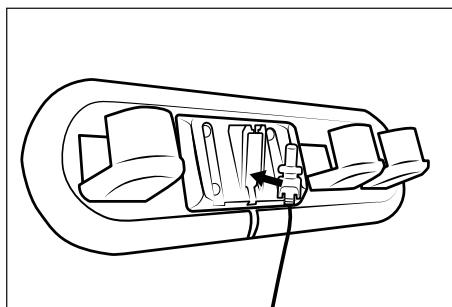

Fig. 4
- Asegúrese de que no haya cables eléctricos ni otros conductos o tuberías en la pared justo en el sitio donde desee taladrar los orificios para el soporte mural y el soporte para accesorios ⑯/⑰. ¡Existe peligro de muerte si se taladra un cable eléctrico!
- 1) Desmonte el soporte mural ⑯ del soporte para accesorios ⑰. Inserte el conector coaxial ⑪ del adaptador de red ⑩ en el soporte mural ⑯ de la manera indicada en la siguiente figura. Gire el conector coaxial ⑪ para fijarlo (consulte la fig. 4).